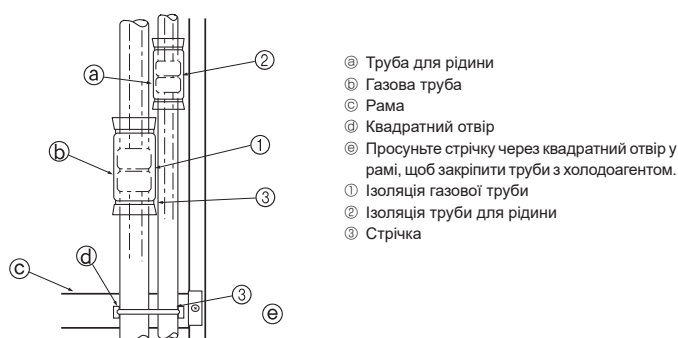

Fig. 4-5
Повністю ізолюйте конусні з'єднання ① і ② газових труб і труб холодоагенту. Якщо будь-яка частина з'єднання не закрита, конденсат може скрапувати. (Fig. 4-5)
- Зафіксуйте ізоляцію газової труби ① й ізоляцію труби для рідини ② з обох боків, щоб вона не ковзала. Вирівняйте її в одну лінію.
- Після установлення ізоляції за допомогою стрічки ③ закріпіть трубу з холодоагентом на рамі (нижче секції з'єднання труби). Так труба холодоагенту не буде підніматися над рамою.